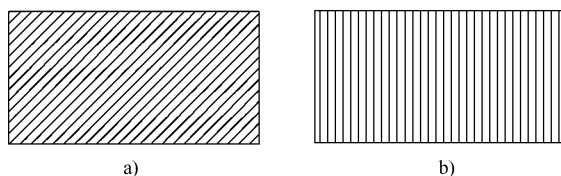

图 8-6 填充图案 “角度” 设置示例
- “图案填充角度” 文本框：用于确定填充图案相对当前 UCS 坐标系统的 X 轴的角度。角度的默认设置为 “0”，拖拉图标右侧的 “[ ” 符号可以改变角度。如图 8-6 所示为 ANSI31 金属剖面线的 “角度” 设置示例。